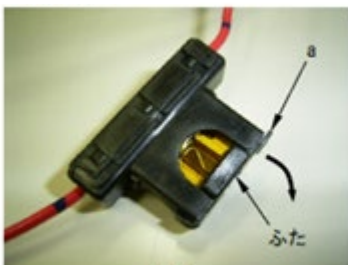

図1
- ①ふた a 部を持ち上げて、ふたを取り外してください。(図1)